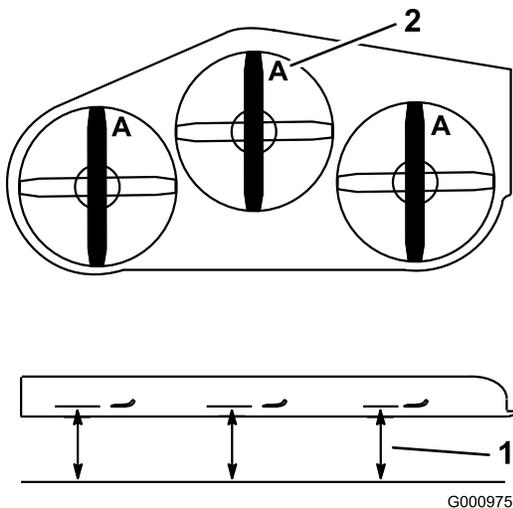

Figure 97
- Tournez les lames dans le sens longitudinal (Figure 97).
- Mesurez la distance entre la surface plane et le tranchant (position A) des lames (Figure 97).